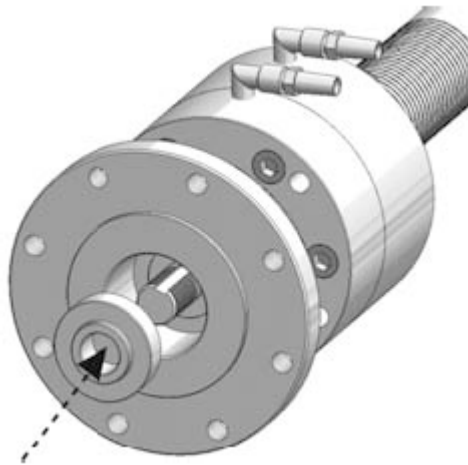

Figura 28. Posizione del distanziale
6. Posizionare il distanziale sull'albero in modo corretto (figura 28).